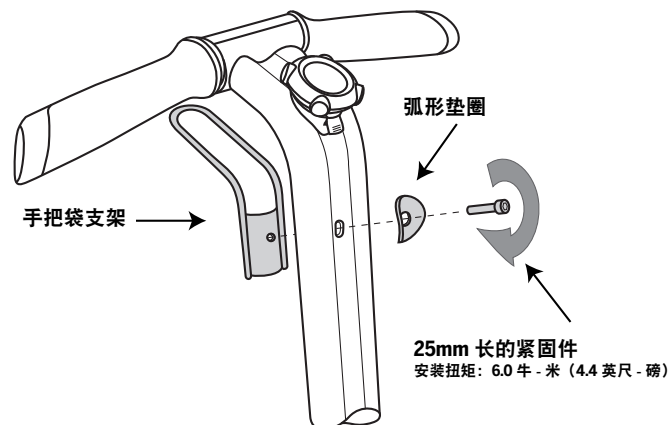

图 1. 安装手把袋支架
2. 将 25mm 长的紧固件穿过弧形垫圈，放入倾斜操纵架。将紧固件拧入手把袋支架。请参见图 1。